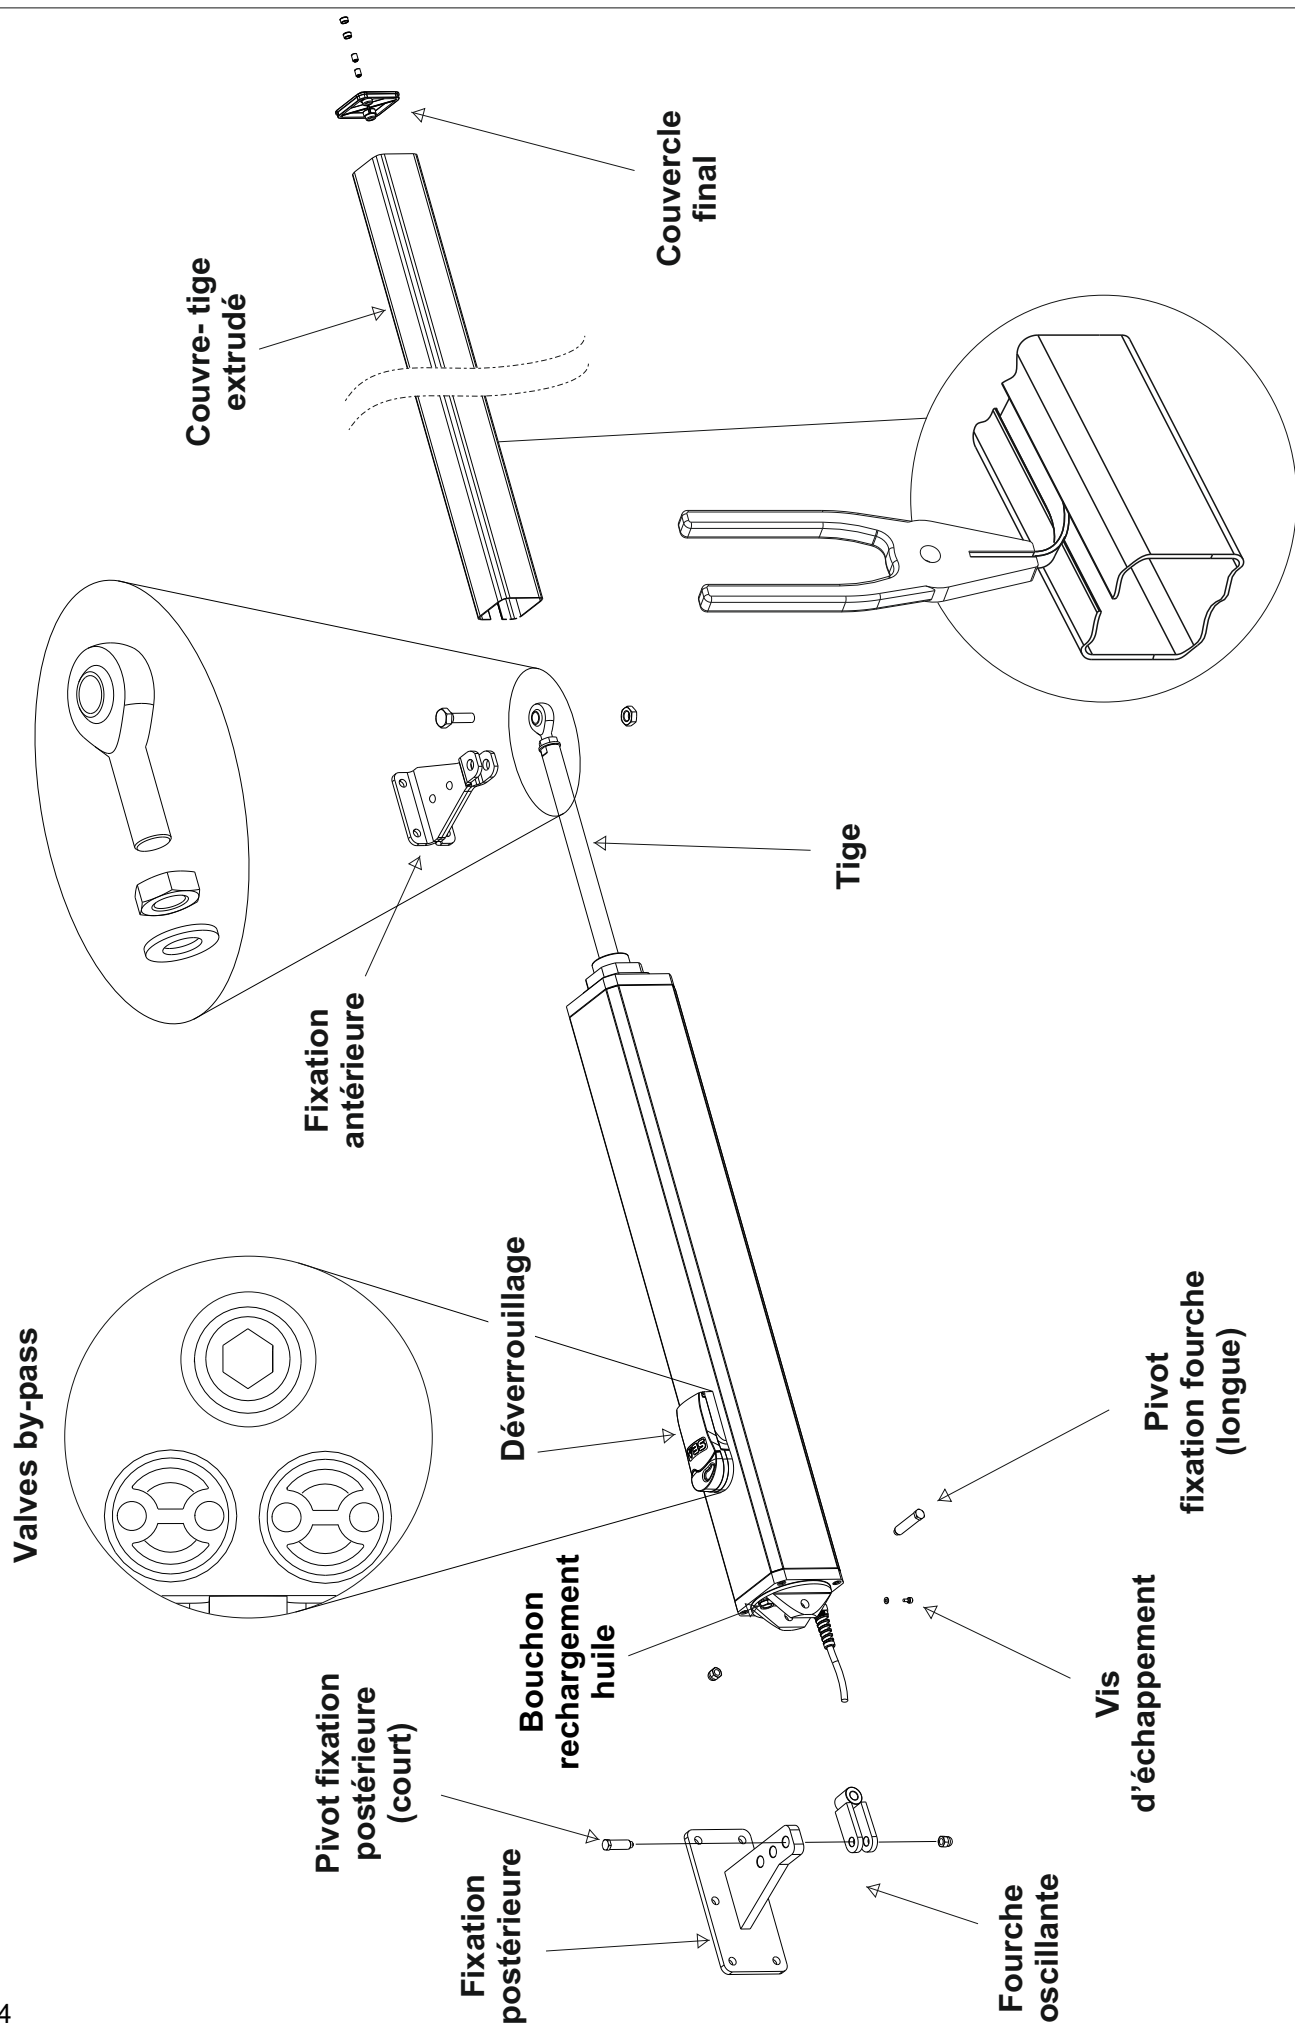

Fig. 4
- Ouvrir soigneusement l'emballage, faisant attention de ne pas perdre les composants listés dans la Fig. 4